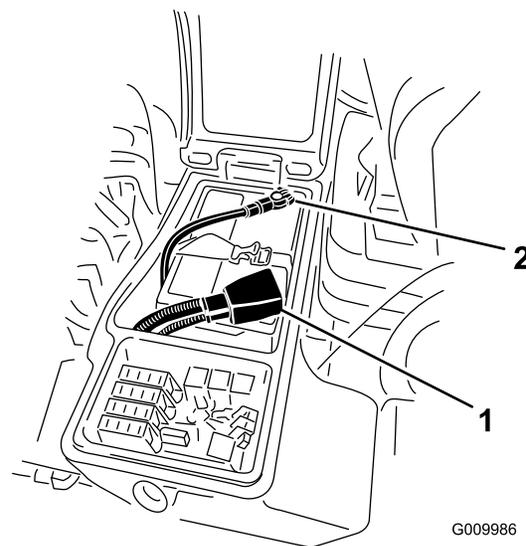

Рисунок 93
3. Отсоедините отрицательный кабель (черный) от отрицательной (-) клеммы и положительный кабель (красный) от положительной (+) клеммы аккумуляторной батареи (Рисунок 93).
6. Подсоедините положительный кабель (красный) к положительной клемме (+), а отрицательный кабель (черный) – к отрицательной (–) клемме аккумуляторной батареи (Рисунок 93).